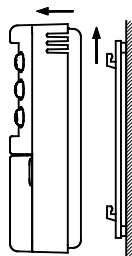

Fig. 1
1. Sganciare la piastra a muro innestata sotto la base del cronotermostato come indicato in Fig. 1.